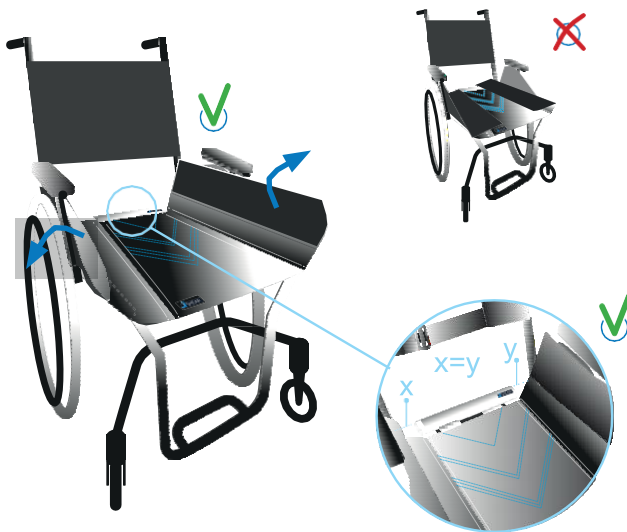

Figure 17
3. バックサポートの間に水平にセンサーバーが来るようにしながら車いす本体の座面部に iShear を設置する。側面フラップがサイドガード及びアームレストに対し上向きになるよう折り込む。センサーバーと車いす背面とのスペースがセンサーバー両側で同じになるようにする。(Figure 17参照)